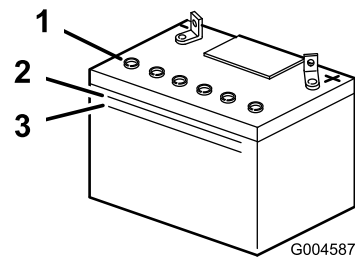

Bild 29
2. Sehen Sie sich die Seite der Batterie an. Der Füllstand muss bis zur oberen Linie reichen (Bild 29).
Hinweis: Der Säurestand darf nicht unter die untere Linie fallen (Bild 29).
- Entfernen Sie die Entlüftungsdeckel von der Batterie (Bild 29).
- Gießen Sie langsam destilliertes Wasser in jede Batteriezelle, bis der Säurestand die obere Linie (Bild 29) am Batteriegehäuse erreicht.
- Warten Sie nach dem Füllen der Batteriezellen fünf bis zehn Minuten. Gießen Sie bei Bedarf destilliertes Wasser in jede Batteriezelle, bis der Säurestand die obere Linie (Bild 29) am Batteriegehäuse erreicht.